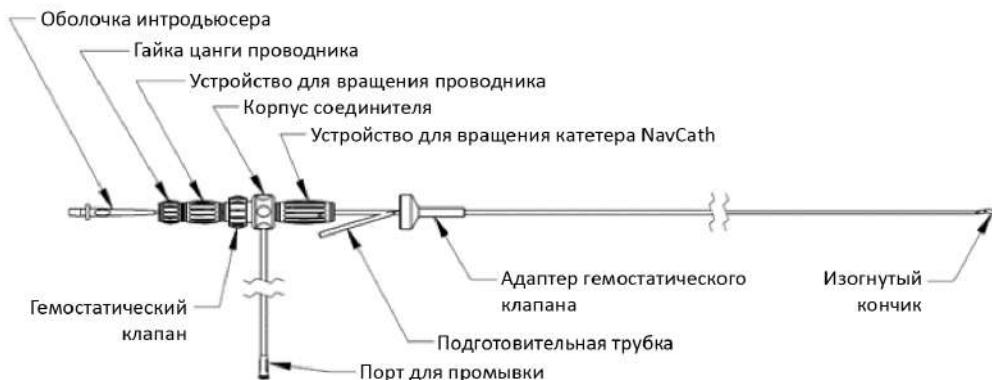

Рисунок 3. Катетер NavCath
- Катетер NavCath — навигационный катетер (совместимый с проводником с наружным диаметром 0,035 дюйма), обеспечивающий доступ к подклапанному пространству и облегчающий позиционирование проводника между сухожильными хордами и эндокардом. Катетер NavCath проводят внутри катетера Guide; в своем просвете он вмещает проводник. См. рисунок 3.